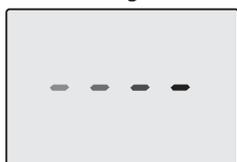
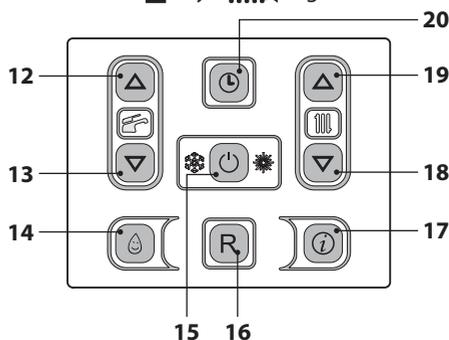

Figura 6.5
Figura 6.6
- Conecte la alimentación eléctrica de la caldera accionando el interruptor bipolar incluido en la instalación. El display LCD mostrará el símbolo  (Figura 6.5).
- Mantenga pulsado durante 2 segundos el botón 15 hasta que aparezcan en el display los símbolos  y . Figura 6.6.
- Apague la caldera manteniendo pulsado durante 2 segundos el botón 15 (Figura 6.6) hasta que aparezca en el display LCD el símbolo  (Figura 6.5).